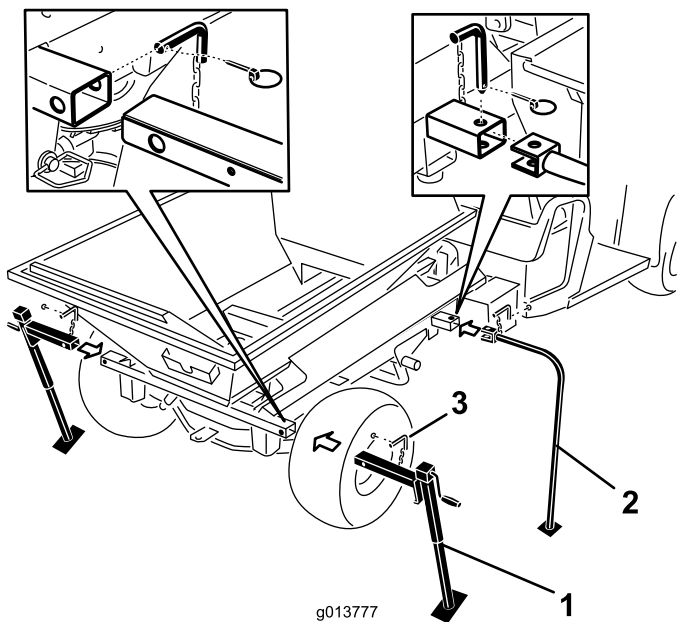

Рисунок 52
7. Вставьте передние опоры для хранения и задние подъемные опоры в соответствующие трубки шасси машины и закрепите их с помощью стопорных штифтов (Рисунок 52).